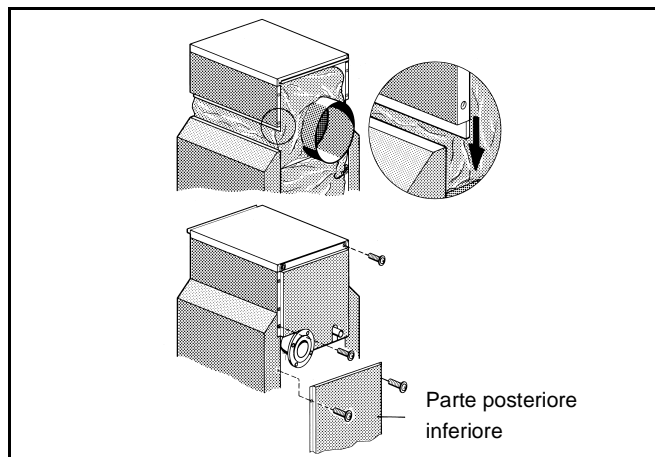

Fig. 22
- Applicare da sopra la copertura sulle pareti laterali in modo tale che la piegatura appoggi all'interno delle pareti laterali (fig. 22).
- Appoggiare la parete posteriore inferiore alle piegature delle pareti laterali ed avvitarla a destra e sinistra con 2 viti autofilettanti (fig. 22).